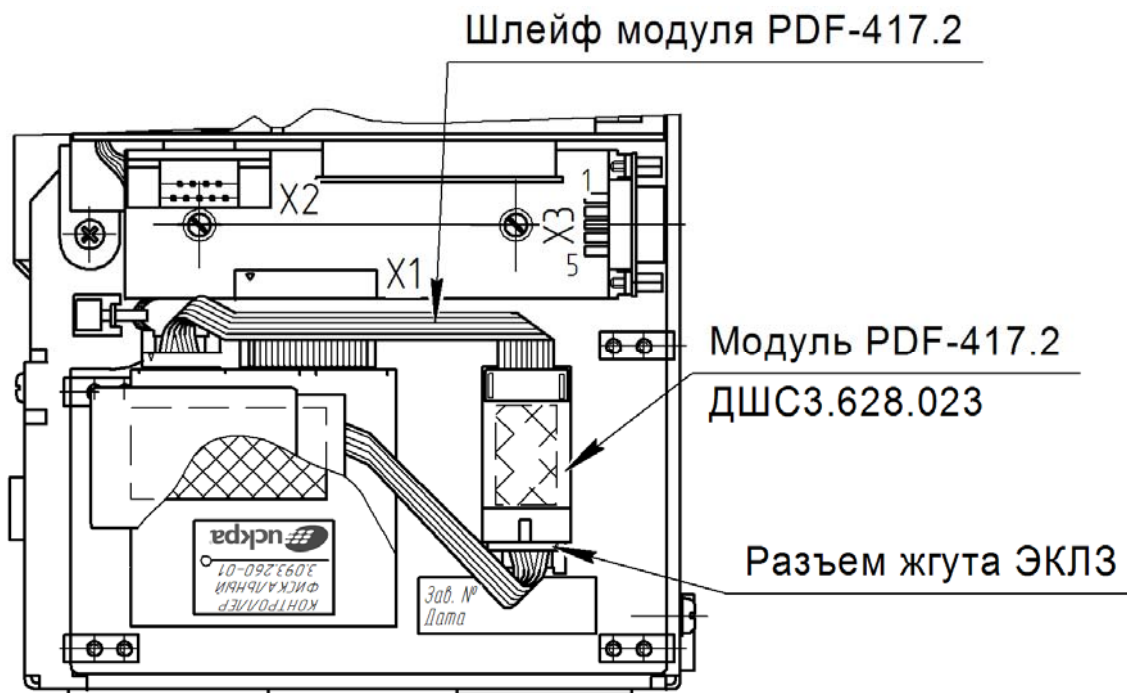

Рисунок 4.5 – Вид с модулем PDF-417.2
- если в ККМ установлен модуль PDF-417.2, отсоединить его. Модуль PDF-417.2 устанавливается в ККМ «ПРИМ-21К версия 02» (опционная поставка) в разрыв жгута ЭКЛЗ на двухсторонний скотч (10x25 мм) (см. рисунок 4.5). Шлейф, идущий от модуля PDF-417.2, подсоединяется к контроллеру через разъем X2 для подключения ЭКЛЗ. Жгут ЭКЛЗ подключается к разъему X1 модуля PDF-417.2;